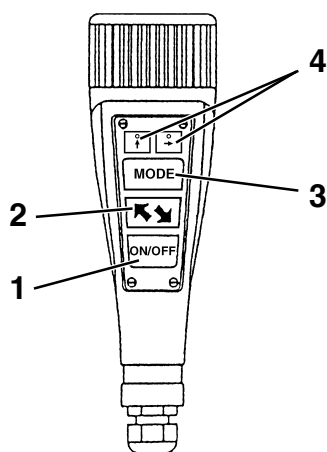

Fig. 27A
- Accendere il provagiochi, posizionando l'interruttore generale in Pos. 1 e premendo il pulsante (1 Fig. 27A): si accende la lampada, si aziona la centralina idraulica ed entrambi i piatti fanno una prima corsa.
- Tramite il pulsante (3) selezionare il piatto con cui si desidera continuare (il piatto selezionato è indicato dall'accensione del rispettivo led (4)).
- Switch the play detector on, setting the main switch to Pos. 1 and pressing pushbutton (1 Fig. 27A): the lamp turns on, the hydraulic control unit activates and both plates perform a first stroke.
- Using pushbutton (3), select the plate you will continue to use [selected plate is indicated by the relevant led (4) that turns on].
- Den Gelenkspieltester einschalten, indem man den Hauptschalter in die Pos. 1 bringt und dann die Taste (1 Abb. 27A) drückt: Die Leuchte leuchtet auf, die Hydraulikzentrale schaltet sich ein und beide Platten fahren einen ersten Hub.
- Durch Betätigen der Taste (3) die Platte wählen, mit der man fortfahren möchte (die gewählte Platte wird durch das Aufleuchten der ihr zugeordneten Led (4) gekennzeichnet).
- Activer la plaque à jeux en positionnant l'interrupteur général sur 1 et en appuyant sur la touche (1 Fig. 27A) : la lampe s'allume, la centrale hydraulique se met en marche et deux plateaux font une première course.
- Au moyen du bouton (3) sélectionner le plateau avec lequel continuer (le plateau sélectionné est indiqué par l'allumage de la led correspondante (4)).
- Encender el detector de holguras, colocando el interruptor general en Pos. 1 y presionando el pulsador (1 Fig. 27A): se enciende la lámpara, se activa el distribuidor hidráulico y las dos placas efectúan una primera carrera.
- Seleccionar la placa con la cual se desea continuar mediante el pulsador (3) (la placa seleccionada se indica mediante el encendido del led correspondiente (4)).
Vedi Fig.27A